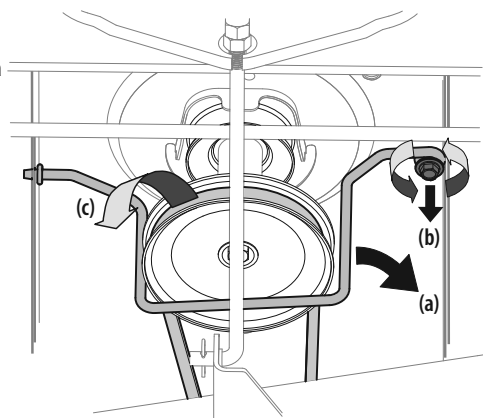

Figura 29
3. Retire la varilla de la guarda de la correa (a) de alrededor de la polea del motor del tractor, sacando el tornillo autorroscante (b) que le asegura. Consulte la Figura 29.
4. Retire la correa (c) de alrededor de la polea del motor del tractor y de las poleas locas. Consulte la Figura 29.